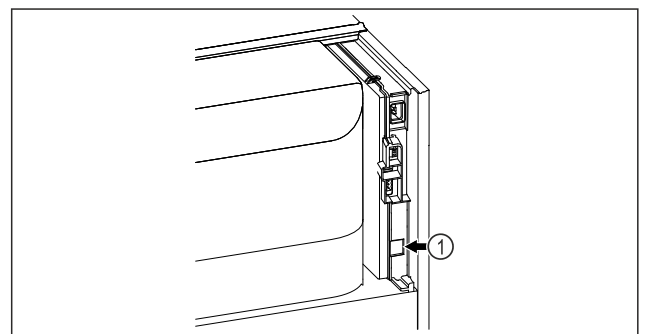

Fig. 129
- SmartModule Fig. 129 (1) on asennettu.